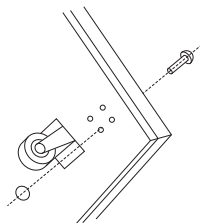

Рис. 1
1. Установить основание и совместить отверстия роликов с отверстиями в основании. Установить крепежные гайки и болты и затянуть их при помощи отвертки и гаечного ключа (рис. 1).